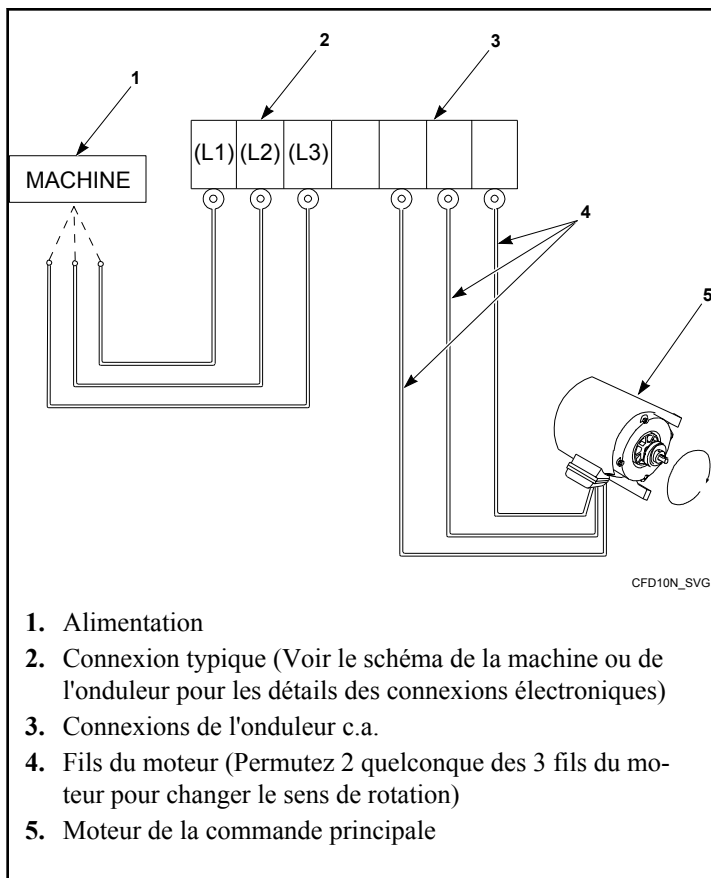

Figure 30
8. La rotation du cylindre doit être dans le sens horaire pour une étape d'essorage sur tous les modèles. Si la rotation n'est pas correcte, coupez l'alimentation. Un électricien qualifié doit inverser deux des fils du moteur entre le variateur c.a. et le moteur principal. Se reporter à la *Figure 30*.